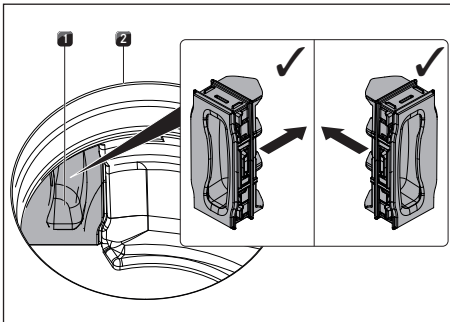

Fig. 8.10 Inserire la valvola di sostituzione del filtro
- ▶ Premere all'interno dell'apertura immissione aria la valvola di sostituzione del filtro fino al punto di blocco nell'apertura della cassetta del filtro (Inserire la valvola di sostituzione del filtro v. Fig. 8.10).